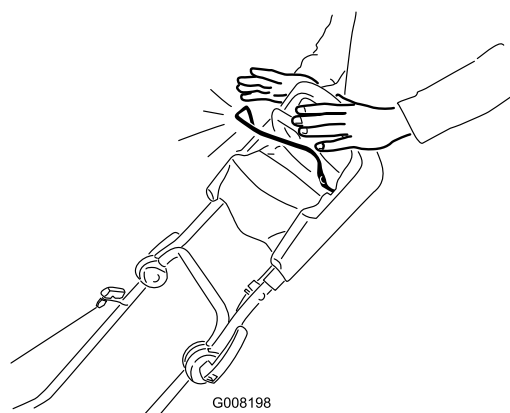

Bild 16
1. Lassen Sie den Schaltbügel los (Bild 16).